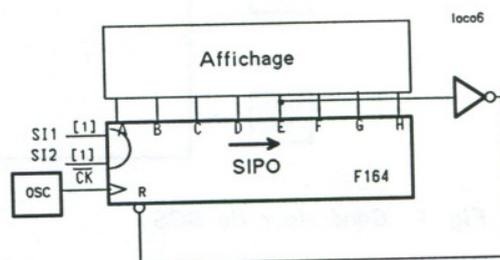

Fig. 5 Compteur avec registre
On peut aussi utiliser un registre à décalage pour construire des compteurs et des séquenceurs simples. Un compteur par $n < 8$ est montré sur la figure 5.
- 5.1 Par combien compte le compteur de la figure 5? Dessiner le diagramme des temps.